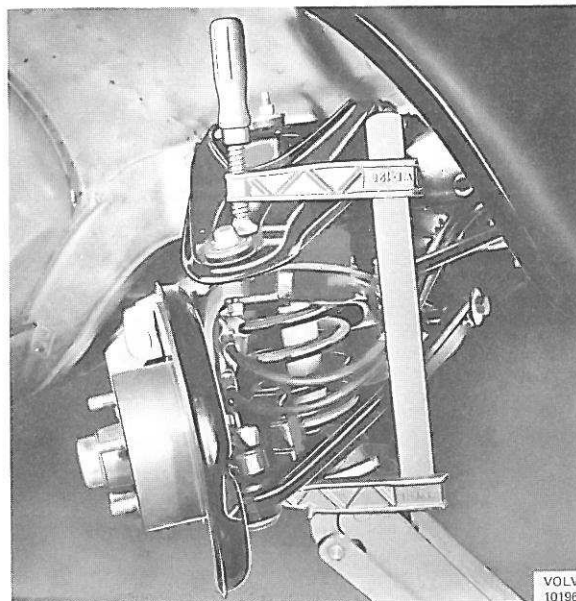

Figure 30. Joint à rotule supérieur dans serre-joint
2. Poser la fusée de roue en place et bien serrer les écrous des joints à rotule (si le joint à rotule tourne, le fixer avec un serre-joint comme indiqué sur la figure 30). Remonter la barre de connexion au levier d'attaque de fusée.
3. Pivoter le triangle de commande vers le bas et serrer les écrous de l'axe du triangle de commande. Pour éviter une tension supplémentaire aux bagues caoutchouc, il convient de serrer les écrous lorsque le triangle de commande se trouve en position neutre, c'est-à-dire lorsque la distance entre la butée caoutchouc inférieure et l'essieu avant (cote D, figure 45) est d'environ 30 mm. Bien fixer le joint à rotule sur la fusée de roue. S'il pivote, le fixer avec un serre-joint, figure 30.
3. Remonter la fusée de roue et serrer les écrous du joint à rotule supérieur et du joint à rotule inférieur. Bien serrer les axes avec un serre-joint s'ils ont tendance à pivoter, figure 30.